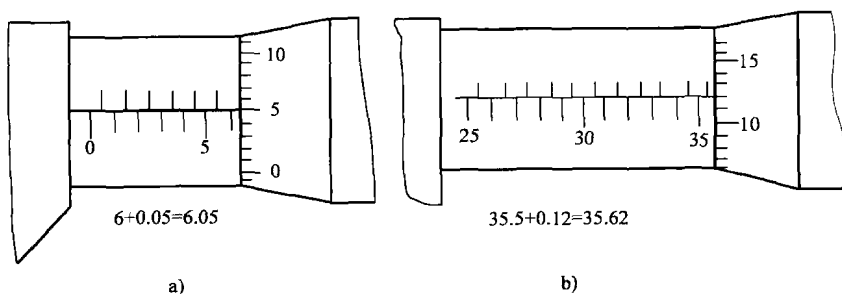

图 1-6 千分尺读数实例
① 读出微分筒边缘在固定套管上所显示的最大尺寸，这一尺寸即被测尺寸的毫米数和半毫米数。
② 读出活动套管上与固定套管上基准线对齐的圆周刻度数，即半毫米以下的数值。
③ 把两个读数相加即得到千分尺的实测尺寸，读法示例如图 1-6 所示。如图 1-6a 所示，在固定套管上读出的尺寸为 6mm ，在微分筒上读出的尺寸为 5 （格） $\times 0.01\text{mm} = 0.05\text{mm}$ ，将两数相加，即得被测零件的尺寸为 6.05mm ；如图 1-6b 所示，在固定套管上读出的尺寸为 35.5mm ，在微分筒上读出的尺寸为 12 （格） $\times 0.01\text{mm} = 0.12\text{mm}$ ，将两数相加，即得被测零件的尺寸为 35.62mm 。